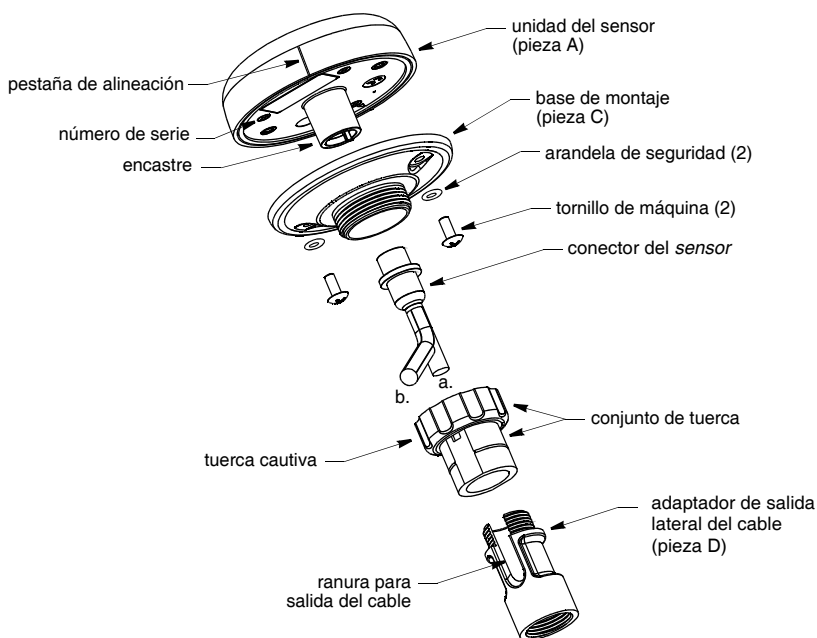

Figura 2. Montaje en poste/riel
1. Retire la etiqueta del encastre de la unidad del sensor (Figura 2). Fije la base de montaje (pieza C) a la unidad del sensor (pieza A) con los dos tornillos de máquina y las arandelas de seguridad que se suministran. El par de apriete de los tornillos es de 1,35Nm.